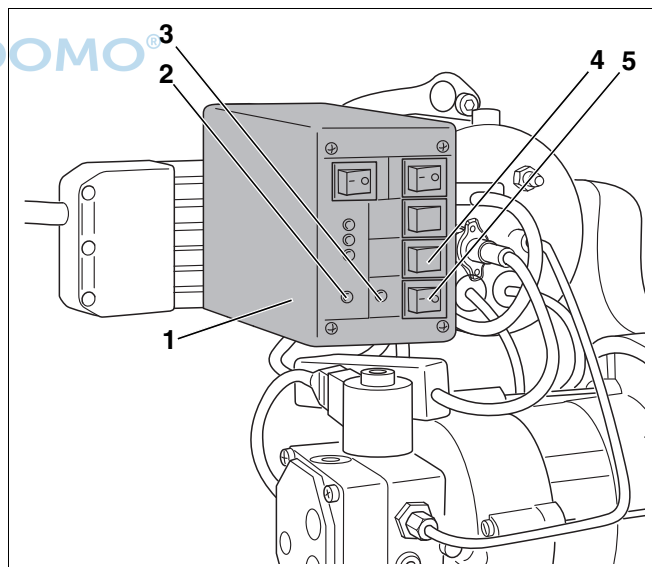

Abb. 29 Mit Brennerprüfgerät Ölleitung entlüften
- Brennerprüfgerät (Abb. 29, **Pos. 1**; Zubehör) – wenn die Ölsaugung über die am Brenner angebaute Ölpumpe erfolgen soll.
Im Folgenden wird Ihnen die Entlüftung der Ölleitung mit dem Brennerprüfgerät (Abb. 29, **Pos. 1**) beschrieben.
- Brennerprüfgerät (Abb. 29, **Pos. 1**) auf den freiliegenden Sockel aufstecken.
- Betriebsschalter des Regelgerätes einschalten. Die LED (rot) leuchtet (Abb. 29, **Pos. 2**).
- Brennerprüfgerät über den Betriebsschalter (Abb. 29, **Pos. 5**) einschalten. Beide LEDs (rot und grün) leuchten (Abb. 29, **Pos. 2** und **3**).
- Schalter zur Überbrückung des Ölvorwärmers (Abb. 29, **Pos. 4**) einschalten.